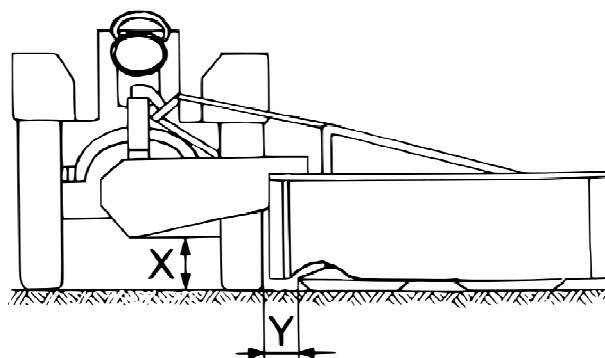

Рис. 9. Установка косилки относительно трактора
- ❑ В зависимости от типа трактора, необходимо подобрать такой размер „Y” (Рис. 9), который позволил бы максимально использовать всю ширину поверхности кошения косилки,